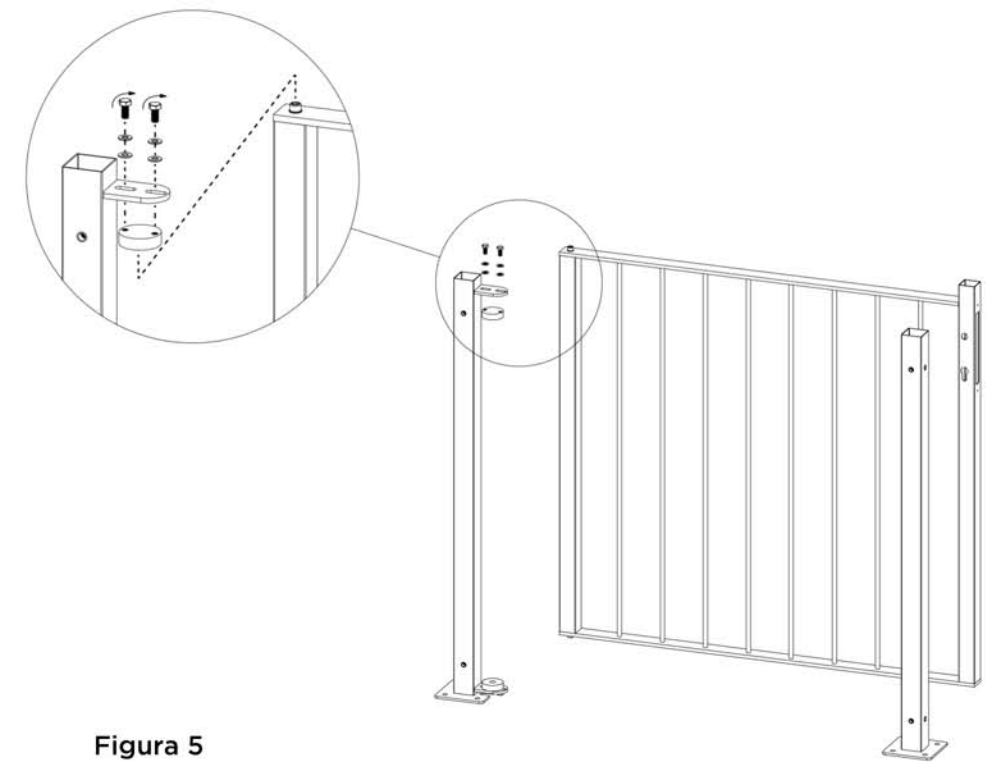

Figura 5
**Paso 5:** Colocar la hoja sobre el disco inferior, montar el disco superior (SUM0109) y fijarlo, sin apretar los tornillos. Ver figura 5.